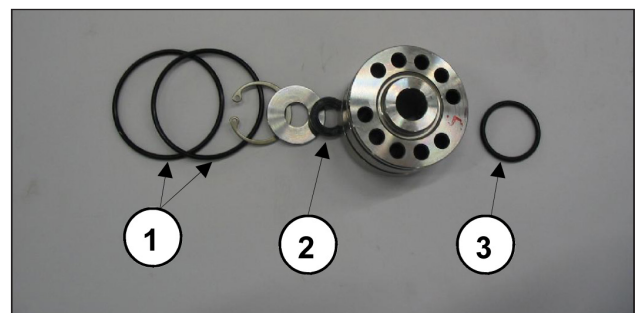

Fig. 47
- Remonter l'ensemble support des joints comme le montrent les Fig. 46 et Fig. 47 et remplacer les composants ① ② ③.